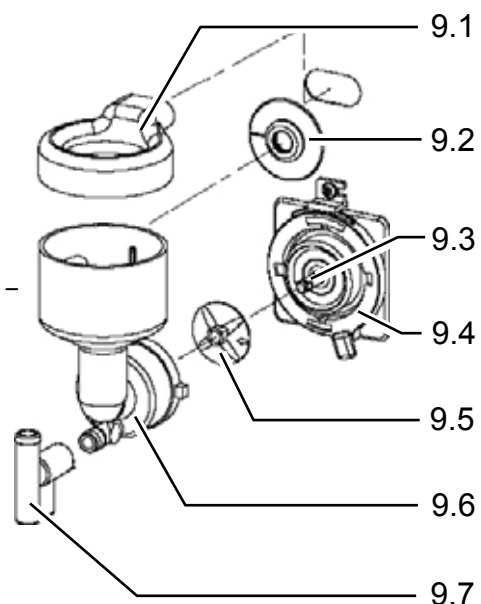

Fig. 6
1.1.2 Wichtige Teile Mixereinheit (fig. 6)